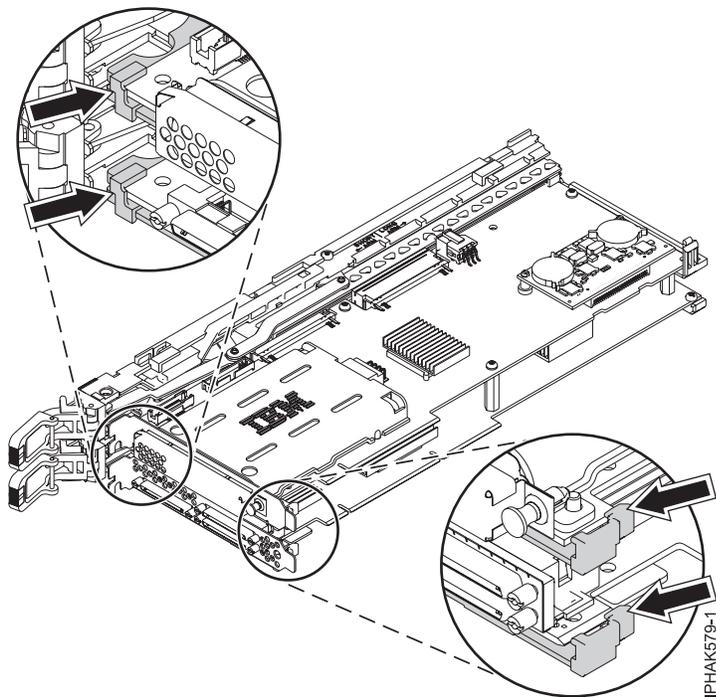

Figura 74. Desconectando os cantos do conjunto do cassete
- a. Remova o canto superior do suporte sobre trilhos do adaptador duplicado dos entalhes no conjunto do cassete. Em seguida, mova o suporte sobre trilhos do adaptador duplicado para cima para liberar a parte inferior do suporte sobre trilhos do adaptador duplicado do conjunto do cassete. Consulte Figura 74.